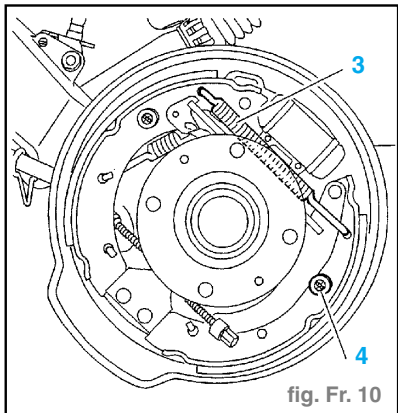
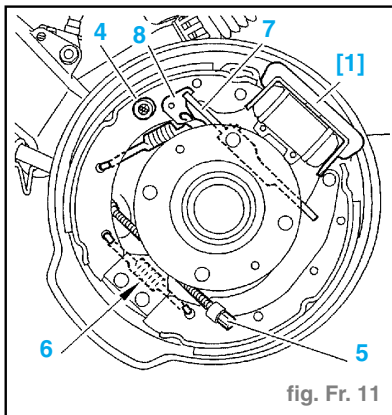

fig. Fr. 10
fig. Fr. 11
- Déposer : (fig. Fr. 10)
- le ressort supérieur (3) à l'aide d'une pince pour ressorts de segments de frein (Facom 196 TS 2110-T),
- le ressort de maintien (4) du segment arrière à l'aide d'une clé pour coupelles de maintien des segments de frein (réf. : 426-T)
- Placer l'outil [1] sur le cylindre de roue (étrier de maintien des pistons ; réf. : 5709-TA). (fig. Fr. 11)